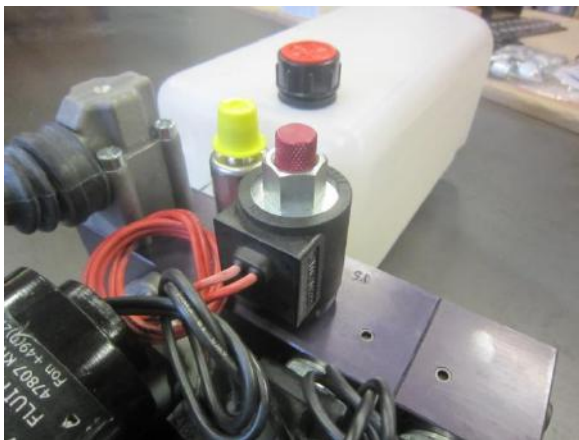

Abbildung 1
2. Abbildung 1 und 3 zeigen wie die Ventile stehen müssen wenn das System in Betrieb ist.